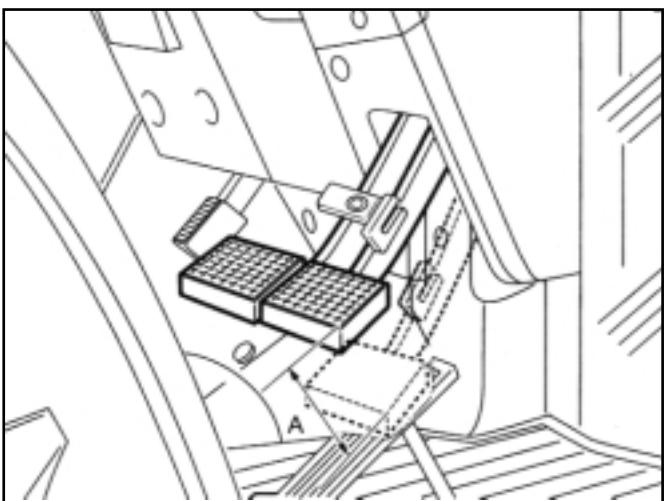

FIG. 118 / ABB. 118 / FIG. 118
Déconnectez les pédales et vérifiez le jeu de chaque pédale de frein. Le jeu (A) correct de chaque pédale est de 30 à 40 mm en le mesurant au bout de la pédale (Fig. 118).
Die Pedale voneinander lösen und das Spiel an jedem Pedal messen. Das Bremspedalspiel (A) (Abb. 118) muß am Pedalende 30 bis 40 mm betragen.
Maak de rempedalen van elkaar los und controleer die speling van elke rempedaal. De correcte speling (A) van elke rempedaal afzonderlijk bedraagt 30-40 mm aan het uiteinde van de rempedaal (Fig.118).